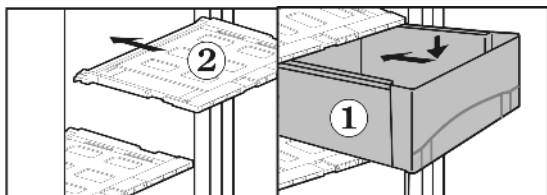

Fig. 7
- ▶ Установите крышки выдвижного ящика Fig. 7 (2): поперечные ребра крышки выдвижного ящика вставьте снизу в задние направляющие, защелкните спереди фиксатор в направляющей.
- ▶ Выдвижные ящики Fig. 7 (1) установите на направляющие и вдвиньте полностью до ясно слышимого защелкивания.